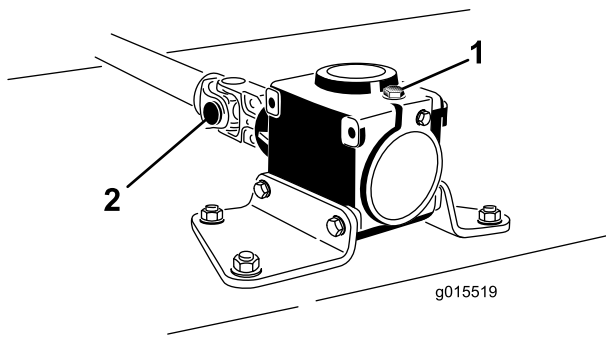

图3
- 从端轭和齿轮箱轴卸下滚销 图3。保留滚销以备再次使用。
- 松开 2 个平头螺丝和锁紧螺母 图3。